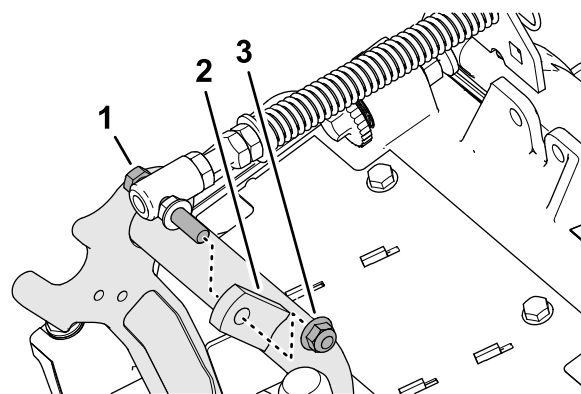

Рисунок 19
3. Отверните фланцевую контргайку ($\frac{3}{8}$ дюйма), которая крепит колпачковый винт пружины компенсации состояния грунта к правому выступу несущей рамы, и снимите пружину компенсации с режущего блока (Рисунок 19).
- Отверните фланцевую контргайку ($\frac{3}{8}$ дюйма), которая крепит колпачковый винт пружины компенсации состояния грунта к правому выступу несущей рамы, и снимите пружину компенсации с режущего блока (Рисунок 19).